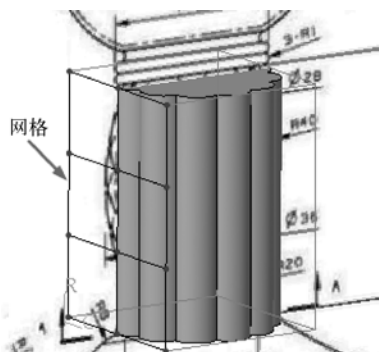

图 4-194 设置网格
- 在“编辑”组中单击“扭曲”按钮  扭曲，打开“扭曲”操控板。选中实体作为扭曲对象，接着单击“雕刻”按钮  和“对称应用到选定项的两侧”按钮 ，并设置 3 行和 4 列，单击  按钮，将网格方向切换到如图 4-194 所示的平面上。